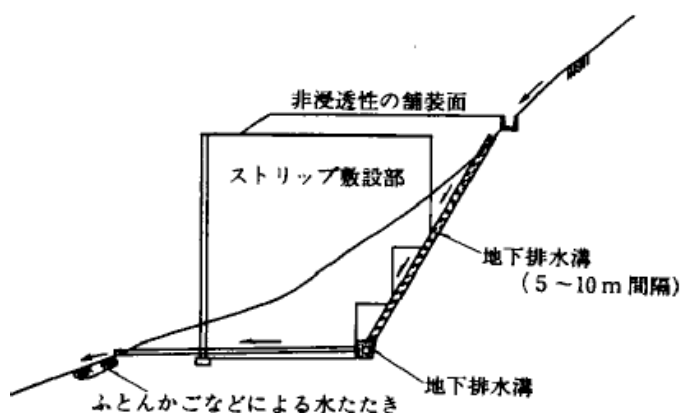

図1 地下排水工の例
- ①設計に際しては、排水工計画のための調査が重要である。とくに表面水が局部的に集中して流れるような箇所、地山からの湧水や浸透水の多い箇所、地下水の状況、集めた水を排除する流末の状況等に注意を要する。
- ②テールアルメの排水工では、ストリップにより補強された盛土部に水が流入しないような処置を施すとともに、流入した水はできるだけすみやかに排除することを目的に設計を行う。図1に地下排水工の例を示す。